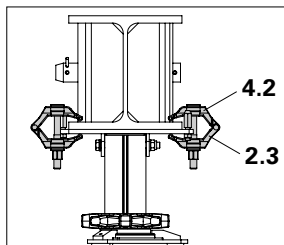

Fig. A3.05.3
3. Vippeplader (2.3) sikres til primærstøtter med to dragerklemmer (4.2) hver, se også A2, Punkt 3. (Fig. A3.05.3)